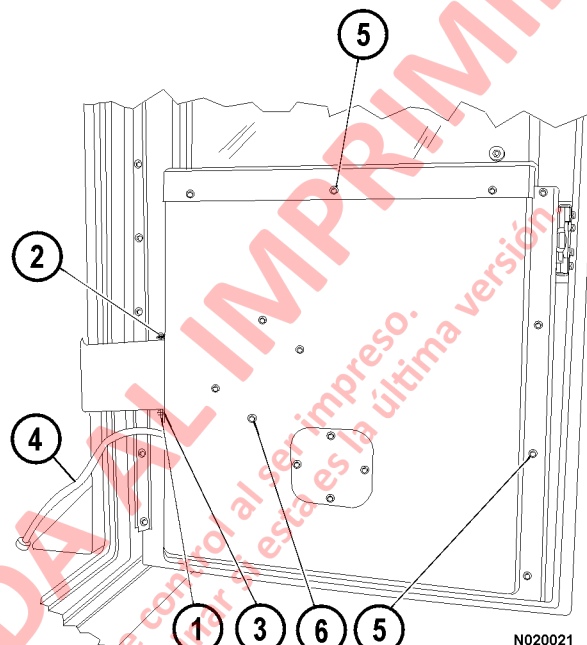

FIGURA 2-6.
- a. Saque el sujetador de horquilla (1, Figura 2-6) y el perno (2) de la banda de retención más cercana a la puerta.
- b. Saque los dos pernos (3) que aseguran el soporte de la banda de la puerta a la puerta.
- c. Desconecte el arnés de cableado (4) del regulador de la ventana.
- e. Antes de sacar todos los pernos de montaje del panel de la puerta, apoye el panel para evitar que el conjunto se caiga. Saque los 15 pernos de montaje (5).
1. Saque el sujetador de horquilla (1, Figura 2-6) y el pasador de correa (2) de la banda de retención de la puerta (3).
23. Suba el panel interior de la puerta, el regulador y el vidrio hasta alinear los orificios de los pernos en el panel con los del marco de la puerta. Instale los pernos (5, Figura 2-6) que aseguran el panel al marco de la puerta.
24. Conecte el arnés del regulador (4) al piso de la cabina.
25. Alinee la abertura de la banda de retención de la puerta (3) con los orificios en el soporte e instale el pasador de correa (2). Instale el sujetador de horquilla (1).
4. Retire los cuatro pernos de montaje del regulador de la ventana (6, Figura 2-6).